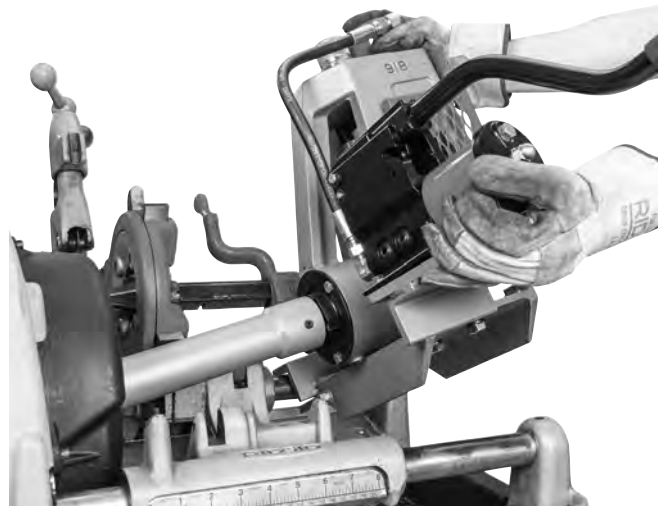

Figure 9 – Rainureuse à galets 918 sur embase de fileteuse N° 535
4. Avec l'extrémité de l'arbre de transmission dans le mandrin de la fileteuse, positionnez l'encoche côté stabilisateur de l'embase sur le rail de chariot arrière, puis descendez la pompe sur le rail de chariot avant (*Figure 9*).